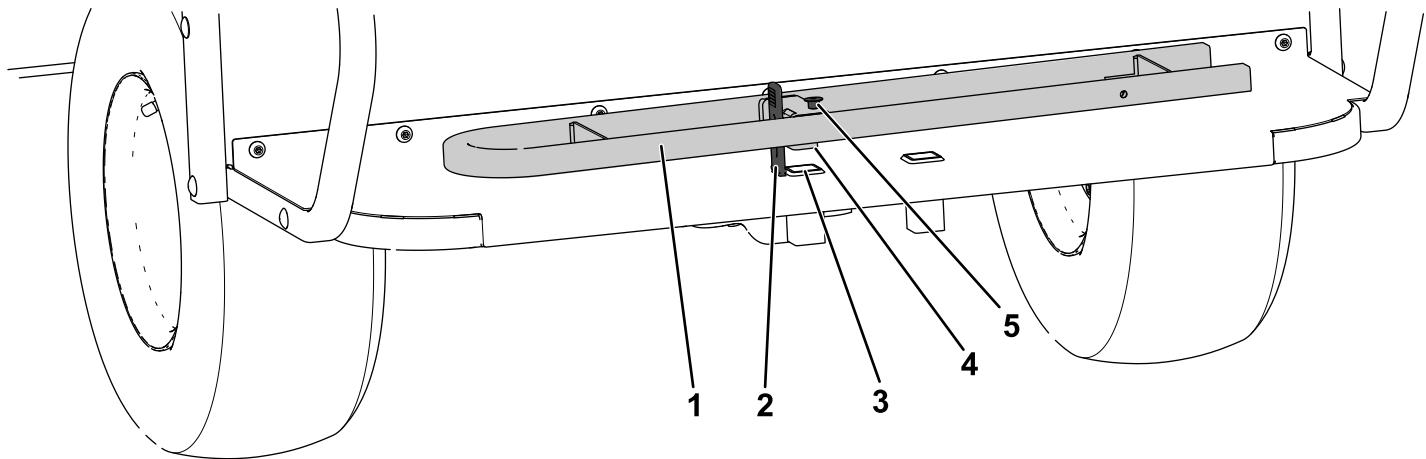

图12
1. 拆掉后向座椅扶手，并平放在搁脚板上，将扶手上的凸耳与搁脚板上的扶手孔对齐（图12）。
2. 用压紧箍带和后座椅扶手上的埋头螺丝将扶手固定到搁脚板上（图12）。